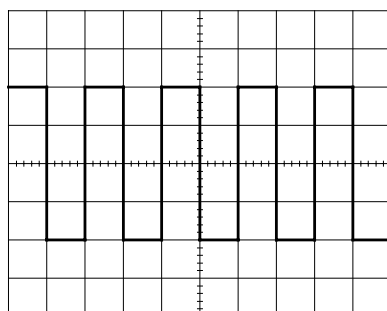

图 4-3
- ❶ 按下电源开关⑥，并确认电源指示灯⑤亮起。约 20 秒后 CRT 显示屏上应会出现一条轨迹，若在 60 秒之后仍未有轨迹出现，请检查上列各项设定是否正确。
- ❷ 转动 INTEN②及 FOCUS③钮，以调整出适当的轨迹亮度及聚焦。
- ❸ 调 CH1 POSITION 钮⑪及 TRACE ROTATION④，使轨迹与中央水平刻度线平行。
- ❹ 将探棒连接至 CH1 输入端⑧，并将探棒接上 2Vp-p 校准信号端子①。
- ❺ 将 AC-GND-DC⑩置于 AC 位置，此时，CRT 上会显示如图 4-3 的波形。
- ❻ 调整 FOCUS③钮，使轨迹更清晰。
- ❼ 欲观察细微部份，可调整 VOLTS/DIV⑦及 TIME/DIV⑳钮，以显示更清晰的波形。
- ❽ 调整 ◆ POSITION⑪及 ▶ POSITION ㉔钮，以使波形与刻度线齐平，并使电压值(Vp-p)及周期(T)易于读取。